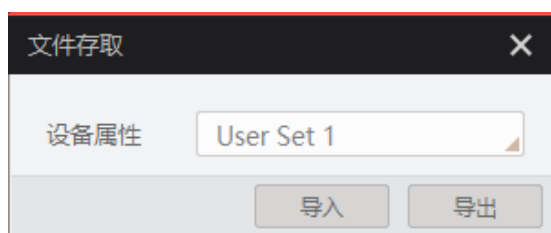

图8-9 导入或导出
2. 在弹出的文件存取对话框中，选择需要存取的相机属性，单击导入或导出即可，如图8-9所示。